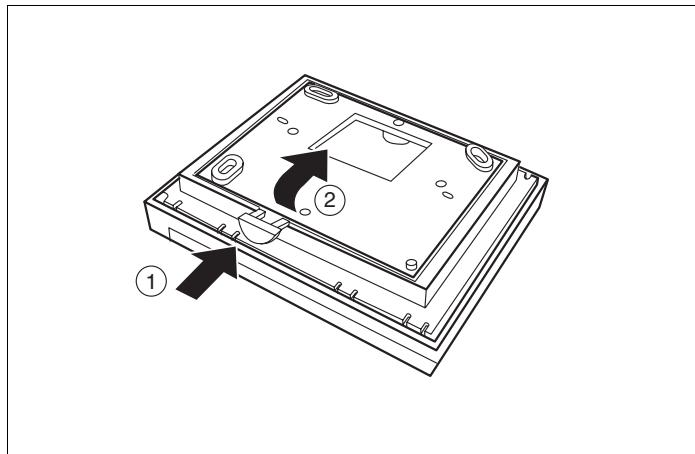

Рис. 4 Снять комнатный регулятор с монтажной пластины
- Нажать деблокирующую кнопку на нижней стороне монтажной пластины (рис. 4, **поз. 1**).
- Снять монтажную пластину по направлению стрелок (рис. 4, **поз. 2**).